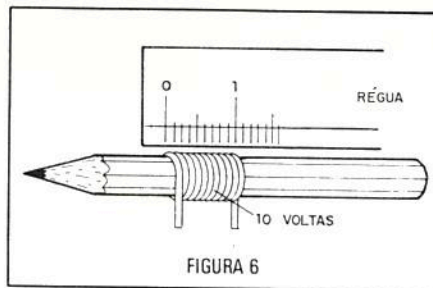

FIGURA 6
1. Enrole 10 espiras do fio desconhecido num lápis com as espiras encostadas umas nas outras (enrolamento cerrado), porém sem "encavalar", conforme mostra a figura 6.